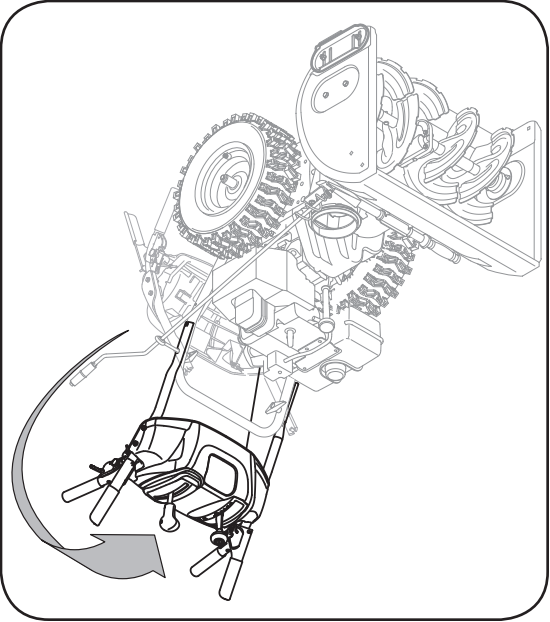

Figure 3-1
1. Assurez-vous que les deux câbles, sur la partie inférieure de la souffreuse, sont bien alignés avec les rouleaux de guidage. Redressez le guidon supérieur, alignez le guidon supérieur avec le guidon inférieur. Voir la Figure 3-1.